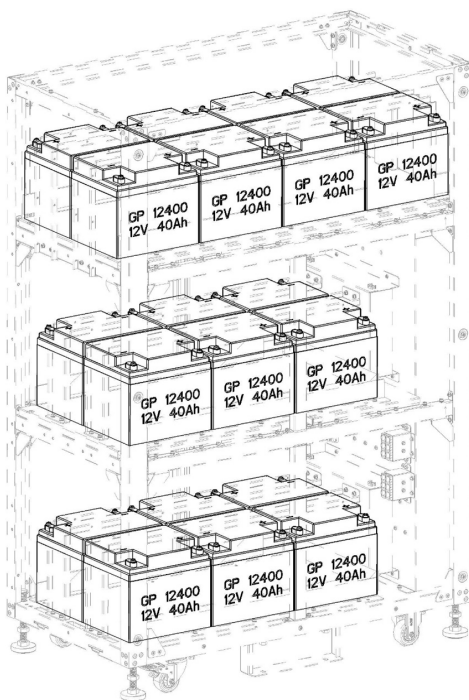

Figura 5-39
9. Vuelva a instalar los placas y tornillos de sujeción de la batería de la capa 3 (Figura 5-39).